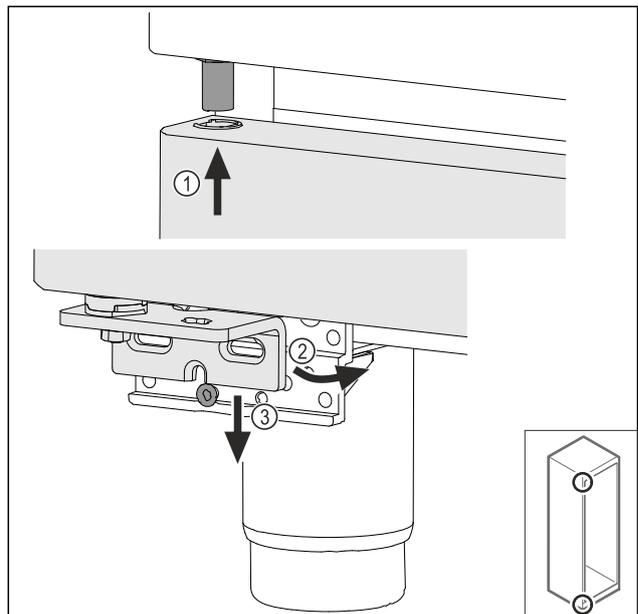

Fig. 74
- ▶ Introducir la puerta ligeramente inclinada en la parte superior Fig. 74 (1), alinear la puerta para que quede recta Fig. 74 (2) y colocarla en la parte inferior del tornillo de soporte de cojinetes Fig. 74 (3).